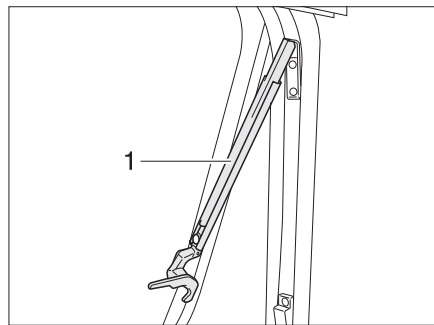

Bild 55 Ausstellfenster mit Automatik-Ausstellern, geöffnet
- Ausstellfenster bis zur gewünschten Raststellung öffnen. Der Automatik-Aussteller (Bild 55,1) rastet selbstständig ein.